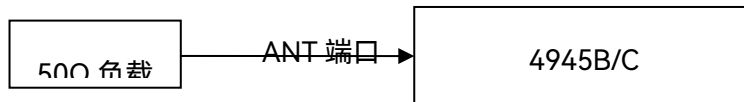

图 7.12 扫频频谱分析平均噪声电平测试框图
- (1) 如图 7.12 连接测试仪器, 设置 4945B/C 为扫频频谱模式, 中心频率 300MHz, 零